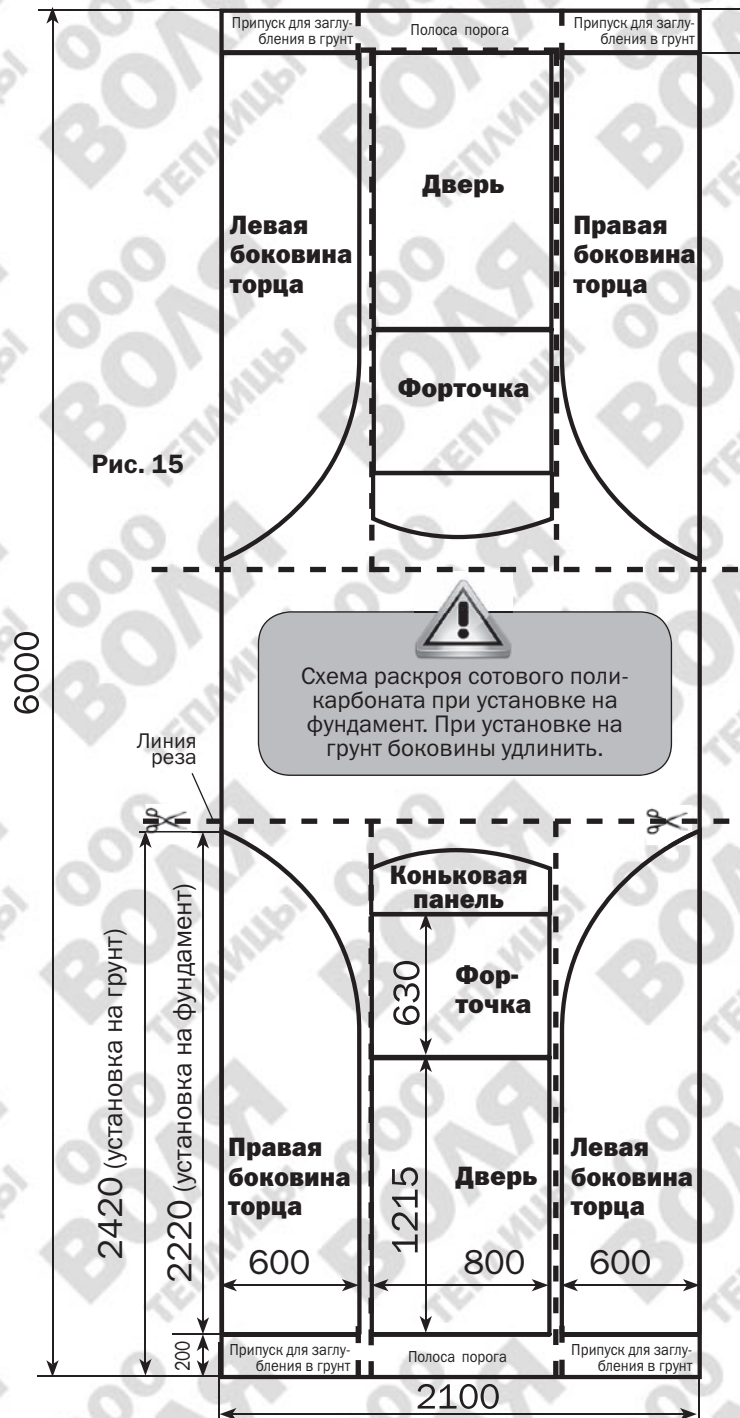

Рис. 15
СООТВЕТСТВИИ С РИС.15**
На **рис.15** дана схема раскроя для варианта установки теплицы на фундамент. Если теплица устанавливается на грунте, то нижние части боковин торца рекомендуется удлинить на 200 мм для соответствующего углубления поликарбоната в грунт. Такое заглубление покрытия по периметру теплицы создает барьер для проникновения внутрь теплицы корней сорняков.
- Отрежьте кусок поликарбоната (линия реза **рис.15**). Наложите вырезанный кусок покрытия на торец, строго совмещая наружную кромку покрытия по деталям **9-1, 9-2 (рис. 16)** и очертите по деталям **1, 4н и 4вк**. Вырежьте куски покрытия с припуском. Затем наложите собранные дверь и форточку на лист покрытия с добавлением на одну боковую кромку противоположную петлям навески 15 мм. Куски покрытия, находящиеся над форточкой, вырезаются по месту установки.